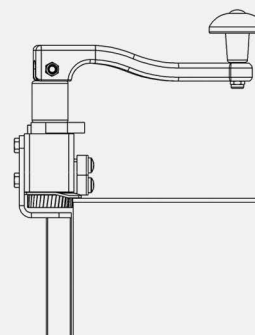

Рисунок 7
✓ Центральная Пластина (16) поможет вам найти самую удобную позицию для открытия консервных банок. Для этого вам понадобится опустить аппарат так чтобы Центральная Пластина (16) уперлась об краешек поверхности банки (Рисунок 7).